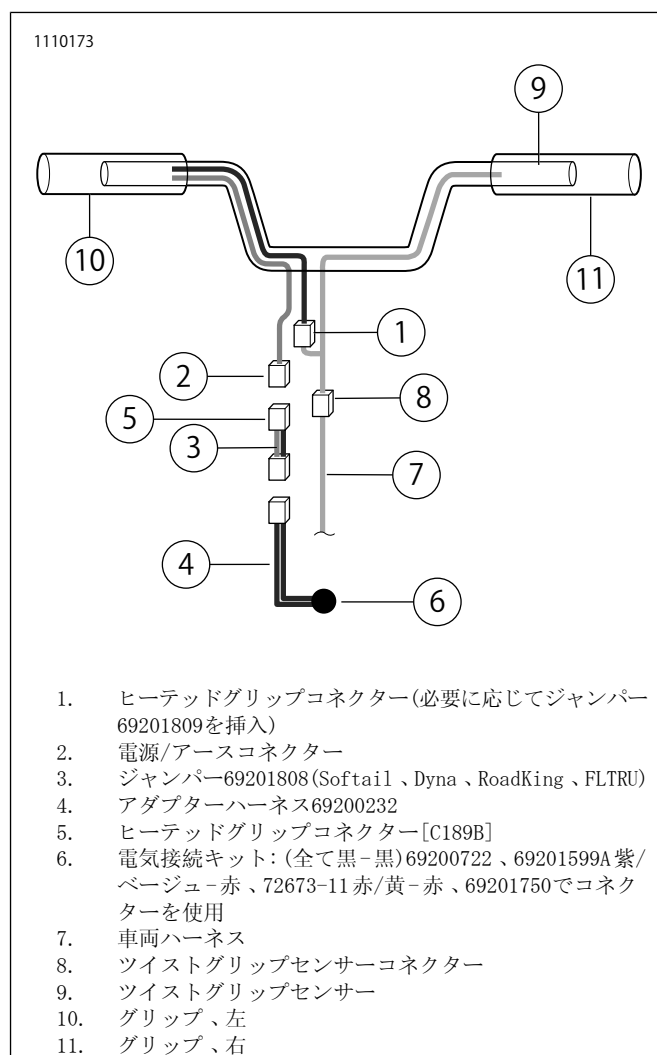

図10. 電気接続
3. 図10を参照してください。からのヒートッドグリップインターコネクタ(1)を左側のグリップに接続します。
5. 図10を参照してください。の左側のグリップからのヒートッドグリップ電源/アースワイヤー(2)を接続します。
- b. 図10を参照してください。ヒートッドグリップ(2)からの2ウェイコネクタをヘッドランプ後方の69201750の2ウェイコネクタに接続します。